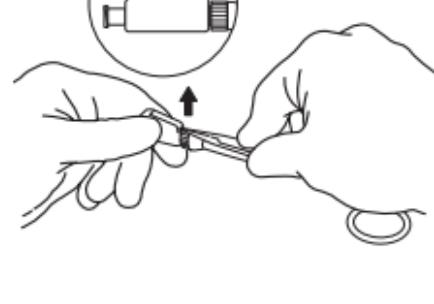

Fig. 4
- b. Bänd låskamspaken uppåt tills den lossnar. (**Fig. 4**)